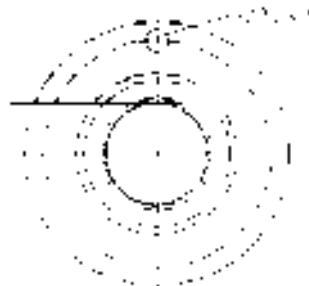

图 8-61 绘制端部孔后的图形
- 4) 绘制连接盘端部孔中心线。将“细实线”图层设置为当前层。单击“绘图”工具栏中的“直线”按钮，端点坐标为{(415,228), (@0,20)}，结果如图 8-61 所示。
选择对象: (选取图 8-61 所示的图形)
指定阵列的中心点或 [基点(B)/旋转轴(A)]: (鼠标单击图 8-61 中的中心点)